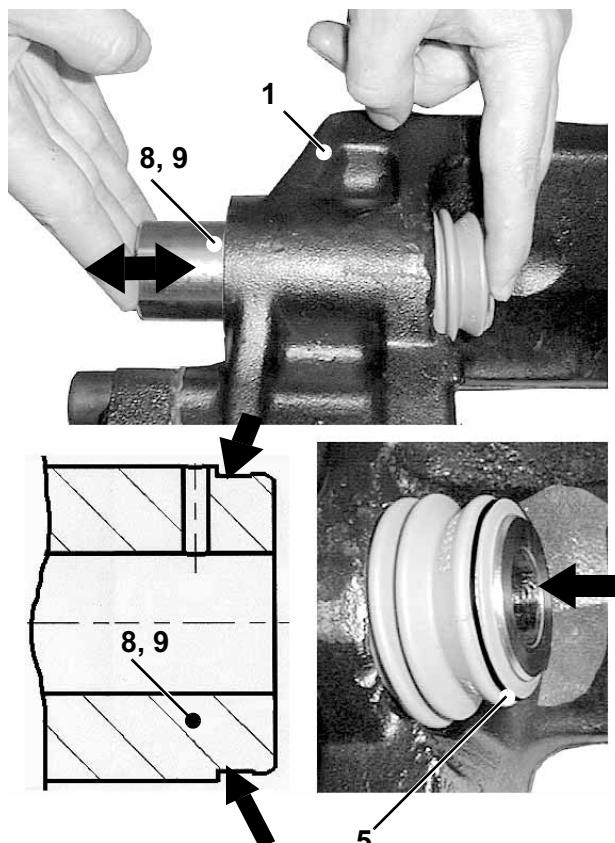

Рис. 45
- Подвигайте направляющими пальцами вперед и назад несколько раз, как показано на Рис. 45, проверяя свободу их перемещения.
Не забудьте надеть металлическое кольцо на манжету 5 и проверить правильность его посадки (на Рис. 45 справа)!